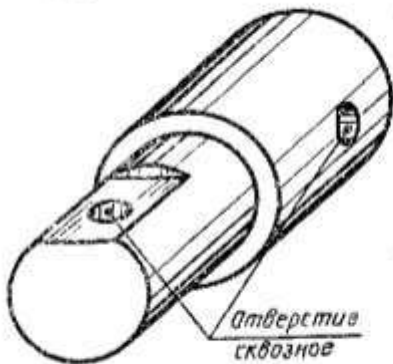

Рис. 1
1. По аксонометрическому изображению (рис. 1) выполните эскиз детали с необходимыми сечениями.